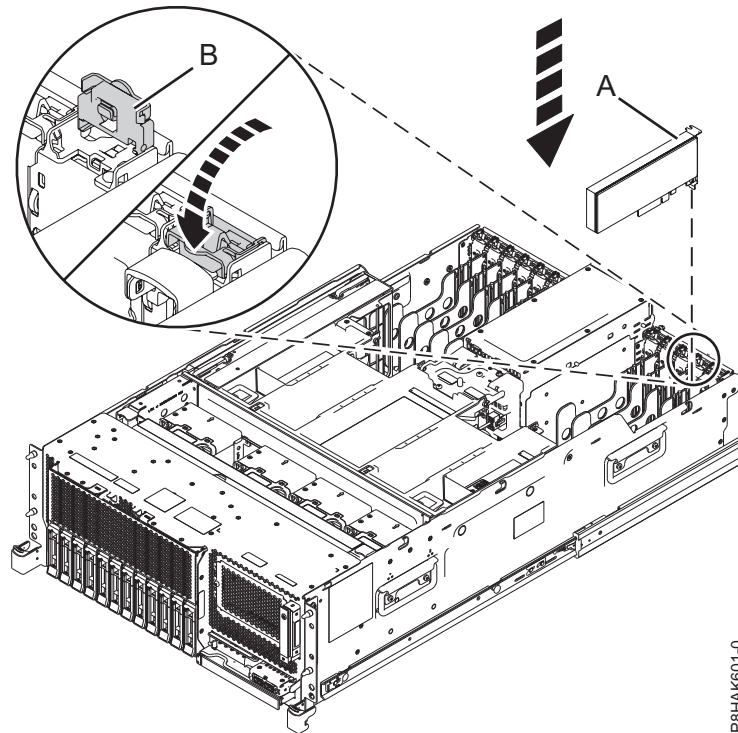
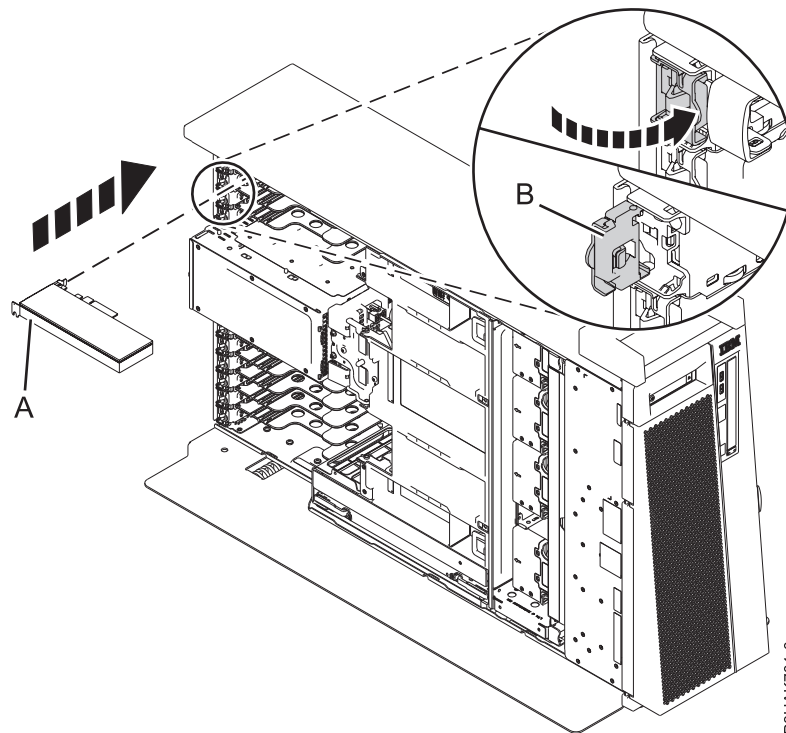

Abbildung 15. PCIe-Adapter in einem Einschubsystem installieren oder austauschen
Abbildung 16. PCIe-Adapter in einem eigenständiges System vom Typ 8286-41A installieren oder austauschen
6. Wenn die Adaptersicherung (B) des Zielsteckplatzes nicht bereits geöffnet ist, ziehen Sie die Adaptersicherung in die geöffnete Position, indem Sie sie von ihrem Clip an der Systemrückseite nach außen drehen - siehe Darstellung in Abb. 15 auf Seite 17 und Abb. 16 auf Seite 17.
7. Fassen Sie den Adapter vorsichtig an der Oberkante oder am Haltesteg an und richten Sie den Adapter an dem Steckplatz und dem zugehörigen Anschluss an der Systemrückwandplatine (A) aus, siehe Darstellung in Abb. 15 auf Seite 17 und Abb. 16 auf Seite 17.
9. Drehen Sie zum Verriegeln des Adapters im Steckplatz die Adaptersicherung (B) in die abgebildete Richtung in Abb. 15 auf Seite 17 und Abb. 16 auf Seite 17.